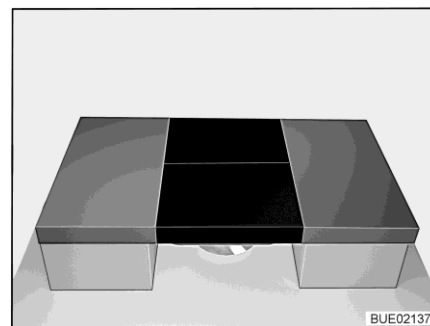

Bild 157 Efter ombyggnaden
- Lägg två extra dynor på bordet (se Bild 157).